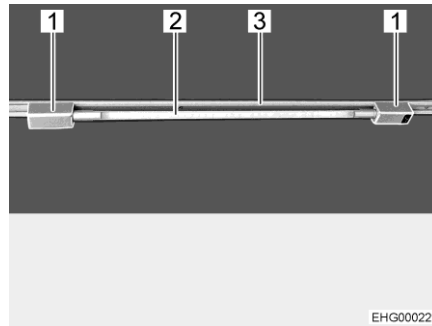

Fig. 30 Tubo fluorescente
- Insertar ambos sujetadores (Fig. 30,1) en el riel (Fig. 30,3). Para ello, girar el sujetador 90°.
- Enchufar el cuerpo de la lámpara (Fig. 30,2) en uno de los sujetadores.
- Rotar el cuerpo de la lámpara (Fig. 30,2) hasta que se haya obtenido el efecto de iluminación deseado.